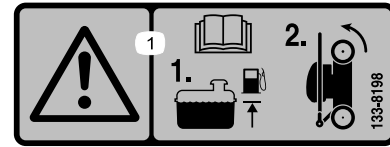

Рисунок 21
1. Проверьте, чтобы уровень топлива в топливном баке не превышал уровень, рекомендованный компанией-изготовителем двигателя; см. наклейку компании-изготовителя на двигателе (Рисунок 21).